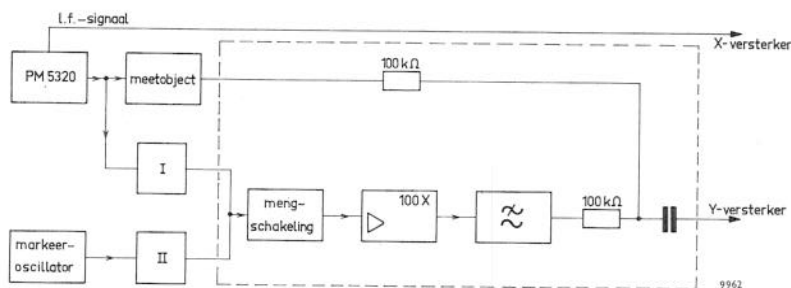

Fig. 6. Opwekken van frequentiemerktekens
Fig. 6 geeft een schematisch overzicht van het principe. De manier waarop de doorlaatkromme ontstaat is al in het voorgaande beschreven en kan hier dus onbesproken blijven.
Tot slot nog enige opmerkingen over de praktische uitvoering. De scheidingsstrappen I en II (fig. 6) hebben een dubbele functie. Ten eerste voorkomen zij eventuele onderlinge beïnvloeding van de beide generatoren en ten tweede verhinderen zij dat het signaal van de markeeroscillator aan het meetobject wordt toegevoerd. Hiertoe zullen katode- of emissorvolgers het beste voldoen. In vele gevallen is een volledige onderdrukking van de ongewenste signalen niet strikt noodzakelijk en mogen deze katode- of emissorvolgers vervangen worden door weerstanden van 330 Ω .
- De versterker GM4574, waarin het in fig. 6 omlinjnde gedeelte is opgenomen, met uitzondering van de mengschakeling. De bandbreedte van deze versterker moet worden ingesteld op „1 - 1000 Hz”.